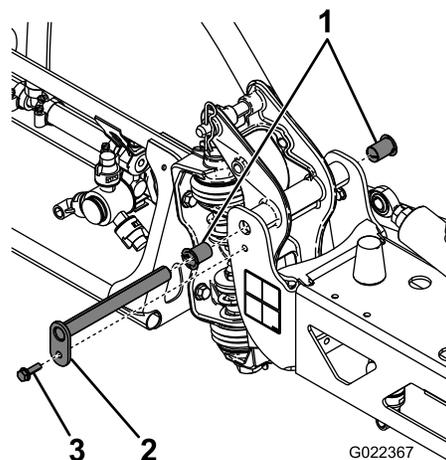

Рисунок 57
3. Поддерживая стрелу, отверните болт и гайку крепления оси поворота к узлу стрелы (Рисунок 57).
6. Снимите и осмотрите нейлоновые втулки с передней и задней сторон кронштейна шарнира (Рисунок 57).
8. Установите стрелу и кронштейн поворота в сборе в центральную раму, совместив отверстия (Рисунок 57).